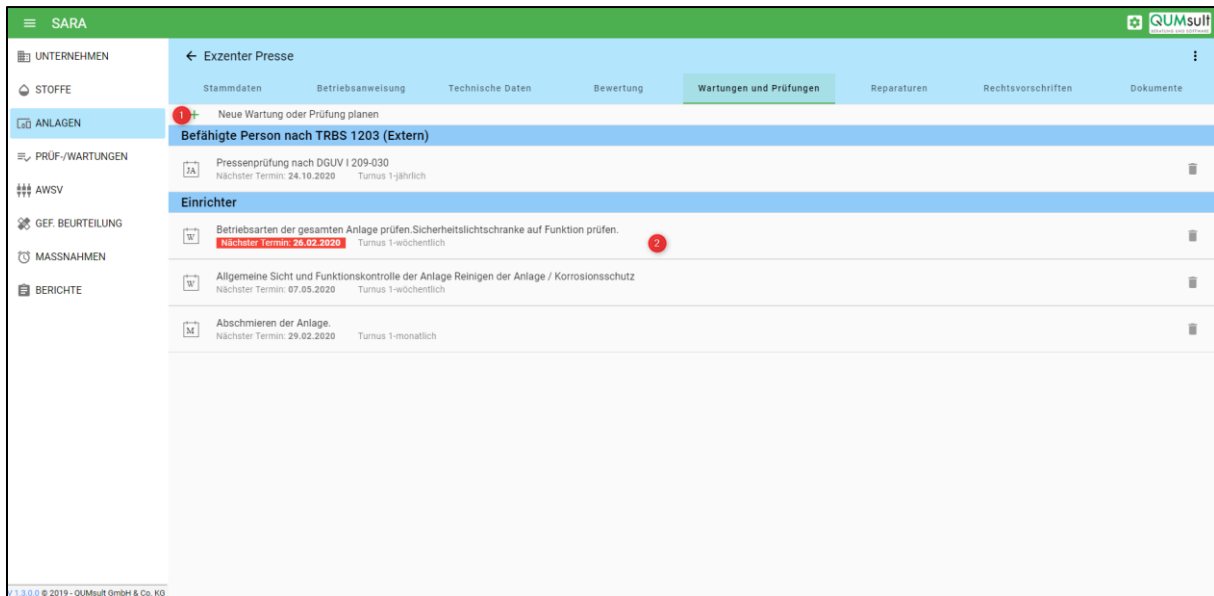

Abbildung 3
Nachdem Sie auf „Neue Wartung oder Prüfung planen“ (Abb. 3 – Punkt 1) geklickt haben, werden Sie auf die Oberfläche weitergeleitet, in der Sie genauere Angaben zu Ihrer Wartung oder Planung eintragen können. Mit der Rückkehr zur Übersicht, wird Ihre Planung bzw. Wartung automatisch gespeichert.
Über die Auswahl einer gelisteten Planung (Abb. 3 – Punkt 2), gelangen Sie, wie beim Erstellen einer neuen Prüfung oder Wartung, zur entsprechenden Oberfläche. Neben dem Editieren der geplanten Tätigkeit können Sie über die Schaltfläche „Tätigkeit zurückmelden“ (1) eine Übersicht aller bisher zurückgemeldeten Tätigkeiten öffnen und auch dort neu zurückmelden.